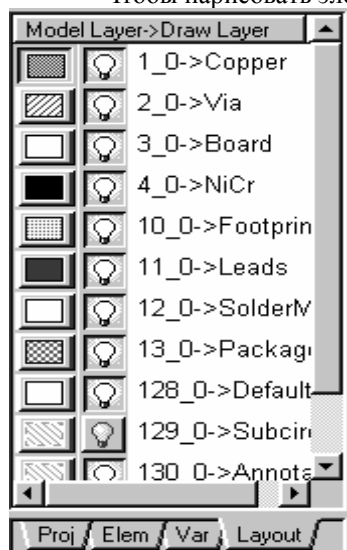

Рис. 5.14
4. Щёлкните левой кнопкой мышки по квадрату **0->Copper** (Медь) в нижней части окна менеджера, чтобы назначить медь для активного слоя, как показано на рис. 5.14 (не щёлкайте по лампочке, т.к. такой щелчок определяет слой для показа или скрытия).